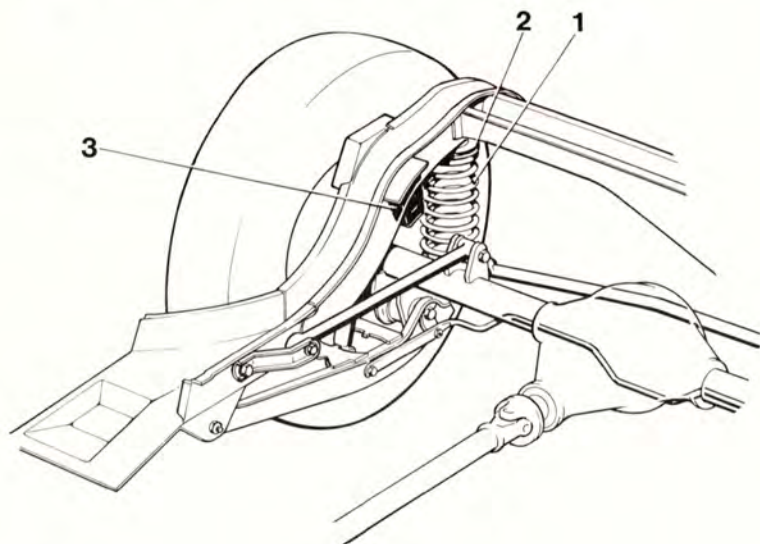

Bild 7-2. Bakfjädring
Bakfjädern (1, bild 7-2) är i nedre änden fastskruvad vid bärarmen bakom bakaxeln. Övre änden på fjädern stöder mot en bricka fastsatt på bakre sidobalken. Mellan fjädern och brickan finns ett gummimellanlägg (2). För upptagande av ev. genomslag i bakfjädringen finns även gummibuffertar (3) på undersidan av sidobalkarna.